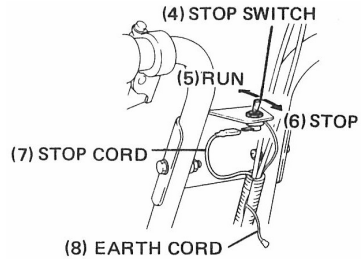

Fig. 6
- b. Connect the stop cord to the stop switch terminal. (Fig. 6)
- f. Untie the earth cord (8) on stop switch and insert it to protection tube that has a slit. (Fig. 6)
- b. Verbinden Sie das Abstellseil mit dem Anschluss des Dtopschalters (Abbildung 6).
- f. Die Erdleitung (8) vom Stoppschalter lösen und in das aufgeschlitzte Schutzrohr einführen (Abbildung 6).
- g. Das Ende der Erdleitung (8) mit der Erdleitung (9) auf dem Motor verbinden (Abbildung 6 A).
Hinweis: Überzeugen Sie sich davon, daß die den Ein/Ausschaltersockel verbindende Erdleitung (8) mit der nach unten geleiteten Schnur verbunden wurde. Wenn Abstellseil und Erdleitung verkehrt verbunden sind, wird sich der Motor nicht in Gang setzen (Abbildung 6 A).